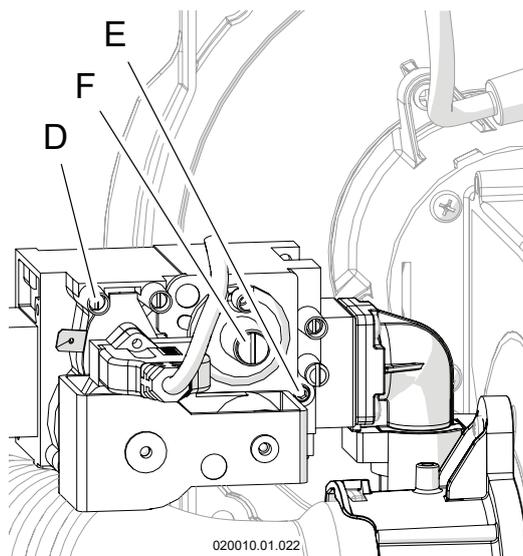

Figura 6-10
- 13.- svitare completamente in senso antiorario la vite "E" di Figura 6-10;
Legenda di Figura 6-10.
- 3.-allentare la presa di pressione "D" (Figura 6-10);
È vietato toccare le viti "E" ed "F" di Figura 6-10, queste sono settate di fabbrica per la corretta portata e pressione del gas.
- 13.-disconnettere il manometro e richiudere la presa di pressione "D" (Figura 6-10);
- 14.-verificare eventuali fughe di gas dalla presa di pressione "D" (Figura 6-10) con opportuni mezzi di controllo;
- Ruotare in senso orario la vite "E" (Figura 6-10) per diminuire il tenore di CO₂;
- Ruotare in senso antiorario la vite "E" (Figura 6-10) per aumentare il tenore di CO₂;
- 12.-una volta terminato il controllo sigillare con vernice rossa o sistema equivalente la vite "E" (Figura 6-10) per scoraggiarne la manomissione;
- 13.-una volta terminato il controllo sigillare con vernice rossa o sistema equivalente la vite "E" (Figura 6-10) per scoraggiarne la manomissione;